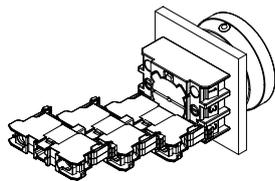
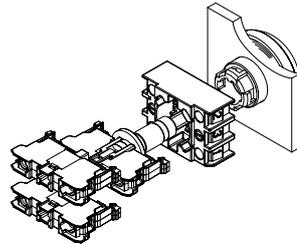

Fig. 4
Fig. 5
2. El montaje de los elementos de contacto del sistema de contacto RF se realiza mediante encaje en las posiciones 1 a 3 en la brida de montaje (véase fig. 4). La posición central (pos. 3) se ha previsto para el montaje de elementos luminosos en dispositivos con iluminación (véase fig. 5).